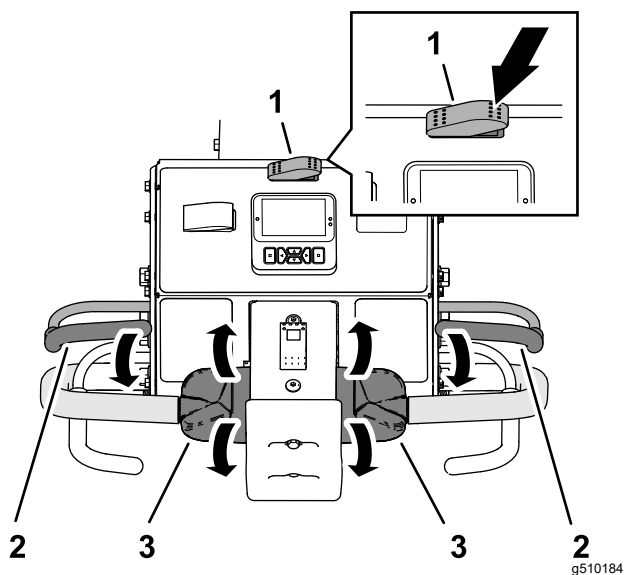

図 80
3. 移動走行・エアレーションスイッチの右側を押してエアレーション位置にする 図 80。
5. 左または右のハンドルバーとオペレータペイルをつかんで **図 80** ペイルを握り込む。